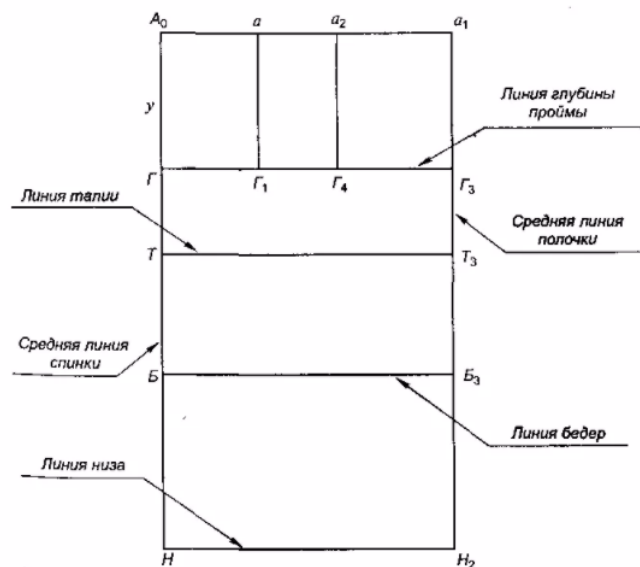

Рис.2.1- Базисная сетка чертежа БК.
2. Используя чертёжные принадлежности, выполнить чертёж базисной сетки конструкции изделия, на миллиметровой бумаге (рис.2.1).